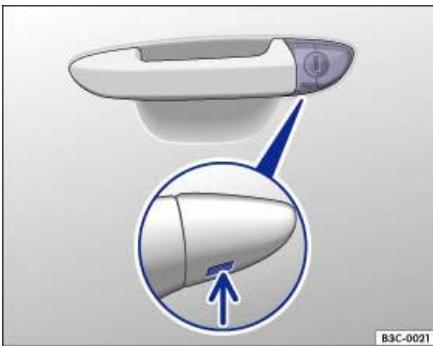

Abb. 281 Türgriff an der Fahrertür: Verdeckter Schließzylinder.
- Notschlüssel am Fahrertürgriff von unten in die Öffnung der Abdeckkappe stecken ⇒ Abb. 281 (Pfeil).